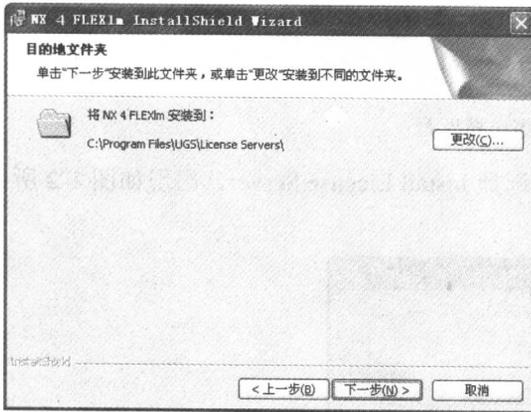

图 1-5 安装许可证文件路径界面
- (7) 单击 **下一步(N) >** 按钮出现安装许可证文件路径界面，如图 1-5 所示。